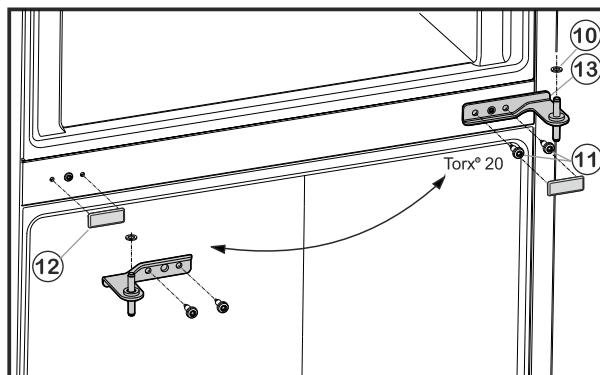

Fig. 6
- Desserrer les vis de fixation Fig. 6 (11) (2 fois Torx® 20) et retirer le support de palier du milieu de la porte inférieure.
- Retirer la rondelle en plastique Fig. 6 (10).
- Retirer le cache Fig. 6 (12) avec précaution.
- Remplacer le cache Fig. 6 (12) du côté opposé.
- Remettre en place le support de palier du milieu Fig. 6 (13) à 180° dans la porte inférieure et la visser solidement à l'aide des vis de fixation Fig. 6 (11) (2 fois Torx® 20) sur le nouveau côté de la charnière (avec 4 Nm).
- Remettre en place la rondelle de plastique Fig. 6 (10).
- Mettre en place la porte supérieure sur le support de palier Fig. 6 (13).